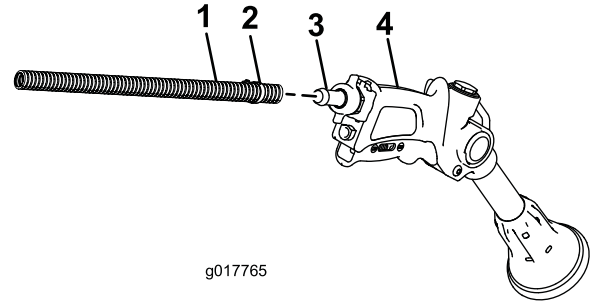

Bild 24
2. Schließen Sie das freie Ende des langen Schlauches am Anschlussstück an der Spritzpistole an (Bild 24).